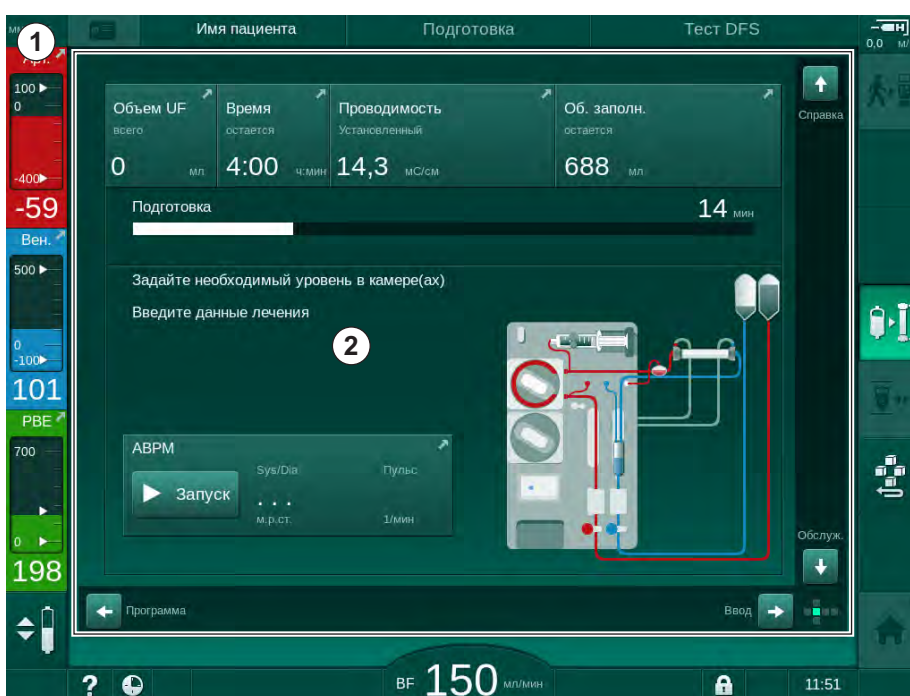

Рис. 3-11 Рамка и экран (сторона куба)
Рамка (Рис. 3-11, ①) представляет собой фиксированную область вокруг экрана ② соответствующей стороны куба. Она отображает важную информацию в зависимости от рабочей фазы аппарата и фазы обработки и содержит несколько значков.